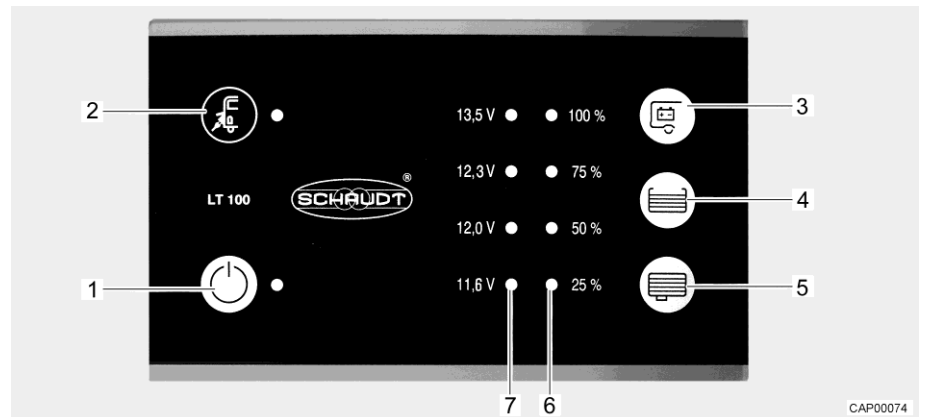

Bild 41 Panel (LT 100)
Nätanslutning Den gula lysdioden lyser vid symbolen nätanslutning "⚡" (Bild 41,2) när fordonet är anslutet till en extern nätanslutning. Lysdioden lyser då också med avstängd panel.
Med huvudbrytaren 12 V (Bild 41,1) kopplas panelen och bodelens 12 V-försörjning till eller från.
Slå på: ■ Tryck på knappen "⏻" (Bild 41,1): 12 V-försörjningen för bodelen är påslagen. Lysdioden lyser grönt.
Slå från: ■ Tryck på knappen "⏻" (Bild 41,1) på nytt: 12 V-försörjningen för bodelen är avstängd. Lampan släcks.
Lysdiodskalan (Bild 41,7) visar batterispänningen för bodelsbatteriet enligt följande:
- Tryck ner knapp " " (Bild 41,3): Bodelsbatteriets spänning visas.
Lysdiodskalan (Bild 41,6) visar fyllnivån i färskvattentanken eller avloppstanken.
Visa nivå: Tryck ner knapp "☰" (Bild 41,4): Färskvattentankens fyllnadsnivå visas med hjälp av lysdiod.
Tryck ner knapp "☷" (Bild 41,5): Avloppstankens fyllnadsnivå visas med hjälp av lysdiod.